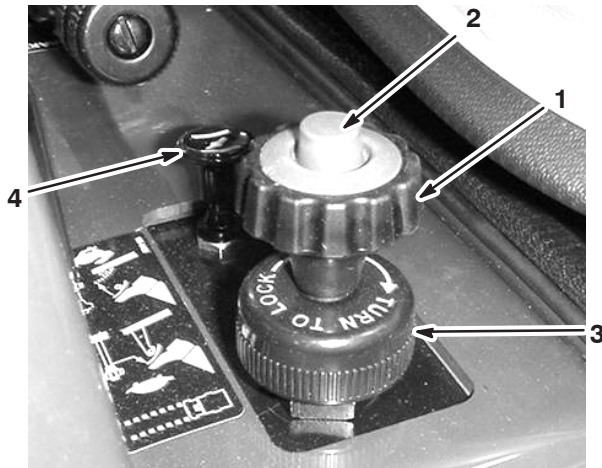

Bild 14
Der Geschwindigkeitsbegrenzer ist ein großes Handrad an der rechten Seite des Sitzes (Bild 14). Mit dem Handrad können Sie das maximale Durchtreten des Fahrpedals und damit die maximale Geschwindigkeit des Sprüheräts einstellen.
2. Drücken Sie die Taste oben am Handrad des Geschwindigkeitsbegrenzers und ziehen Sie es nach oben, bis es das Fahrpedal berührt. Lassen Sie dann die Taste los (Bild 14).
4. Nach dem Einstellen können Sie die Stellung arretieren. Drehen Sie hierfür den Arretierungsring unten am Geschwindigkeitsbegrenzer im Uhrzeigersinn, bis er fest sitzt (Bild 14). Drehen Sie zum Lösen der Arretierung den Arretierungsring entgegen dem Uhrzeigersinn, bis er lose ist.
Der Choke ist ein kleines Handrad an der rechten Seite des Sitzes (Bild 14). Ziehen Sie zum Anlassen eines kalten Motors den Chokehebel heraus. Stellen Sie nach dem Anlassen des Motors den Choke so ein, dass der Motor ruhig läuft. Drücken Sie den Hebel so bald wie möglich ganz hinein (Aus-Stellung). Ein bereits warmer Motor erfordert keine oder fast keine Starthilfe.